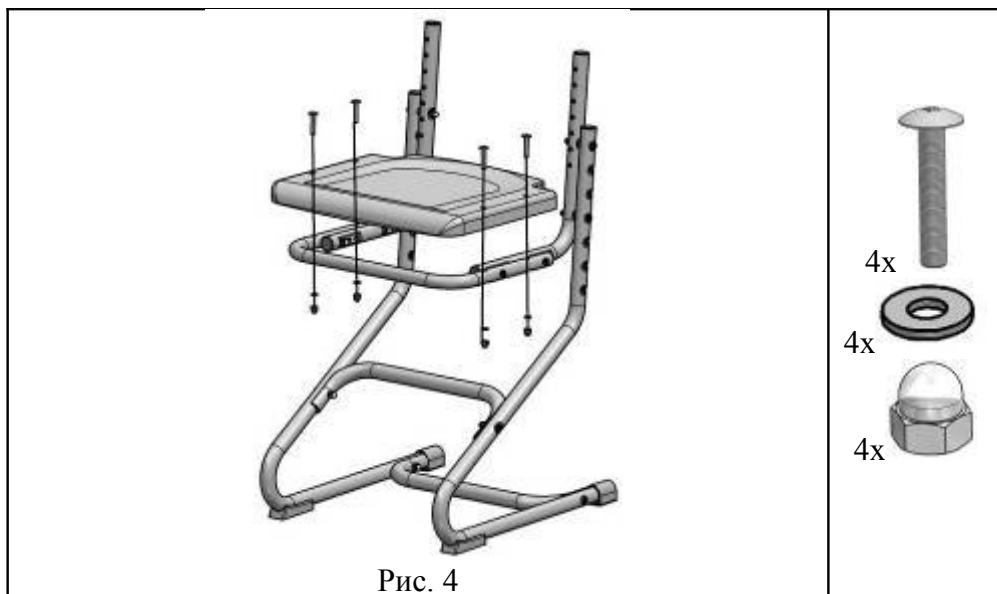

Рис. 4
4.1.4. К кронштейну сиденья (поз. 3) прикрепить сиденье (поз. 6) по-средством винтов специальных (поз. 7) (см. рис. 4), а к верхним концам кронштейнов сиденья (поз. 3) прикрепить спинку (поз.
4.2.2. Для регулировки сиденья (поз. 6) по глубине следует отвернуть колпачковые гайки (поз. 9) с винтов специальных (поз. 7) крепления сиденья (поз. 6); снять шайбы (поз. 8) и вынуть винты специальные (поз. 7) (см. рис. 4).
Отвернуть колпачковые гайки (поз. 9) с винтов (поз.11), снять шайбы (поз. 8) и вынуть винты (поз.11) из отверстий (см. рис. 4).
сиденья (поз. 3) до нового совмещения отверстий кронштейнов (поз. 2) и (поз. 3) (см. рис. 4).